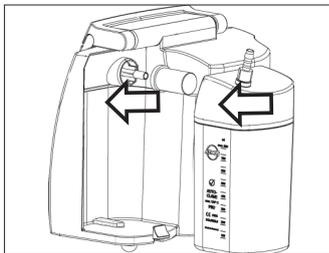

Bild 8.
- Zum Entfernen den DDS-Sekretbehälter waagrecht nach außen ziehen bzw. zum Einsetzen waagrecht auf den Bakterienfilter schieben (Bild 8). Der Filter muss auf dem Gehäuse fixiert werden, danach wird der Sekretbehälter eingesetzt.